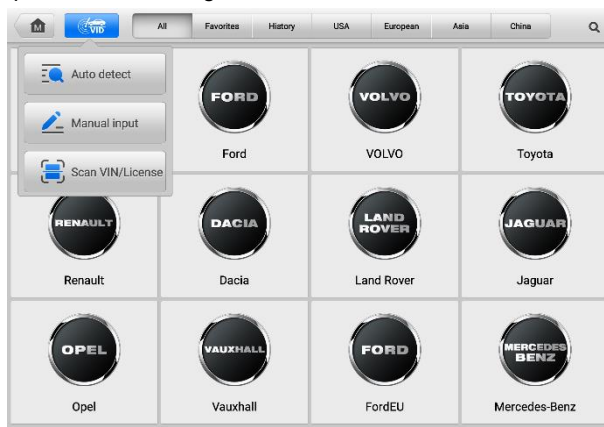

Figura 4-3 Deteccção automática Tela
3. Selecione **Entrada Manual** (Figura 4-3).
Toque em **"Escanear VIN/Licença"** na lista suspensa (Figura 4-3), a câmera será iniciada. Na lateral direita da tela, de cima para baixo, estão disponíveis três opções: **Ler código de barras** , **Ler VIN** e **Ler licença** .